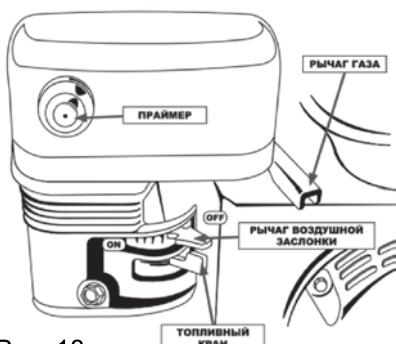

Рис. 18
5. Нажмите 5-6 раз на кнопку праймера для заполнения карбюратора топливной смесью (Рис. 18).